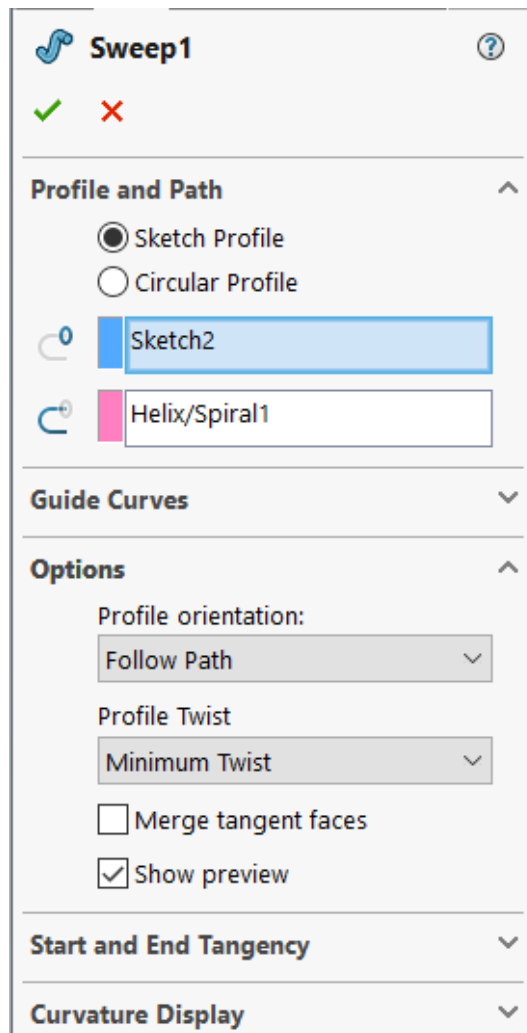

Рисунок 2.5 – Налаштування команди
4. Тепер на панелі інструментів **Елементи** необхідно вибрати команду **Бобишка/основа по Траєкторії** . В менеджері властивостей потрібно вибрати створений профіль пружини як ескіз профіля та створену спіраль як траєкторію та вказати напрям побудови (рис. 2.5).